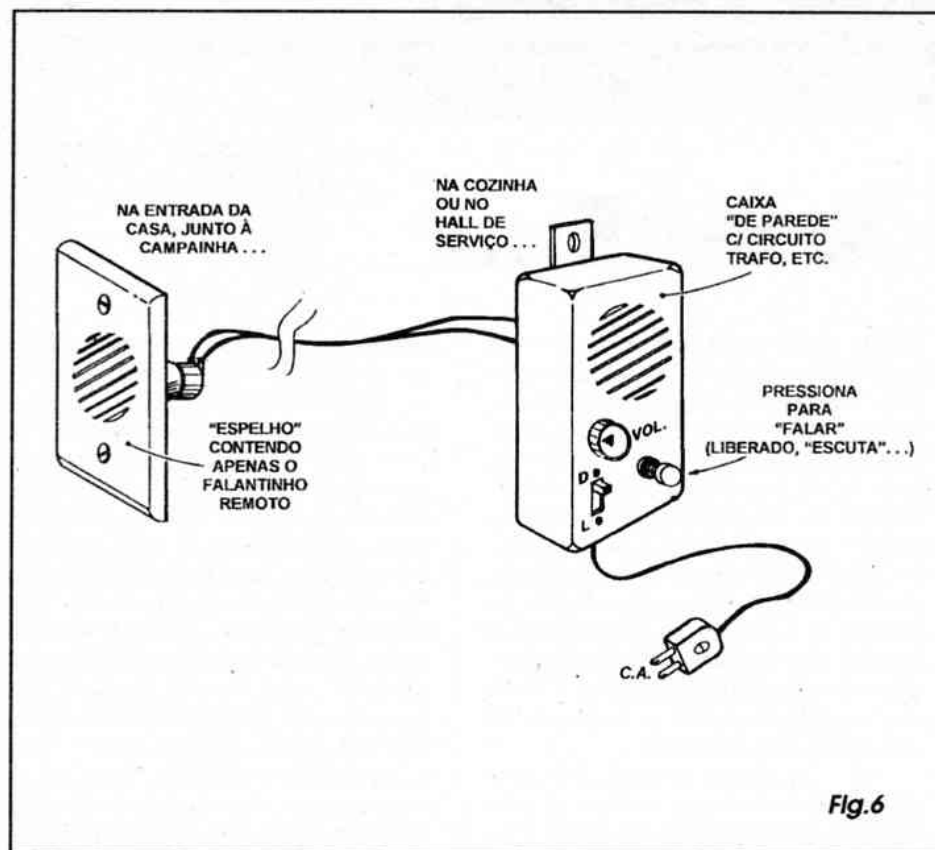

Fig.6
- FIG. 6 - SUGESTÃO PARA USO COMO PORTEIRO ELETRÔNICO - O módulo básico do MOPIN-3, mais os arranjos elementares do sistema (mostrados na figura anterior...) permitem muitas adaptações, a critério único das habilidades, criatividade e conhecimentos técnicos/práticos do leitor/hobbysta... Só para criar um exemplo, o diagrama dá as *dicas* para implementação de um sistema de porteiro eletrônico bastante efetivo, barato, útil e confiável: observar que a placa, trafo, chaves, cabo de força, controles e alto-falante **local**, ficam todos agrupados e acondicionados numa só caixa (direita da figura), tipo *de parede*, a ser instalada na cozinha ou no *hall* de serviço de uma residência... A estação **remoto**, constituída apenas pelo respectivo alto-falante (protegido por um *espelho* externo, convencional), poderá ser instalada numa caixa padronizada (adquirível em casas de materiais elétricos...), 4"x 2" ou 4"x 4", embutida na parede da entrada da casa, junto ao local onde já se encontra o botão da campainha... ATENÇÃO: tudo deve ser muito bem vedado e protegido contra as intempéries, de modo que a água da chuva não possa penetrar e danificar o alto-falante... Se for possível, no caso, encontrar-se um pequeno alto-falante dotado de cone plástico, melhor (devido ao fato desse material não absorver água, nem ser danificado pela umidade...). A distância entre as estações pode se estabelecer em até 40 ou 50 metros, se necessário, sem problemas (nas instalações normais, a média de distância *real* será em torno da *metade* dis-